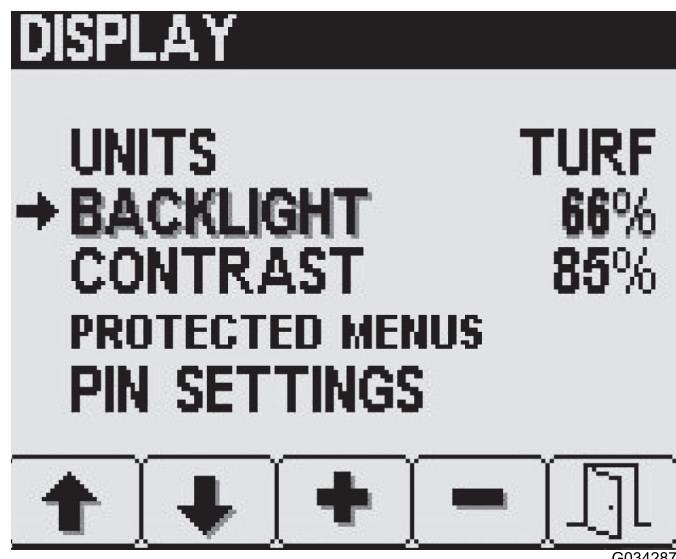

图11
1. 按 Display（显示）设置屏幕上的 2 号按钮直至到达 Backlight（背光）或 Contrast（对比度）（图11）。
2. 使用 3 号和 4 号按钮设置所需的值（图11）。